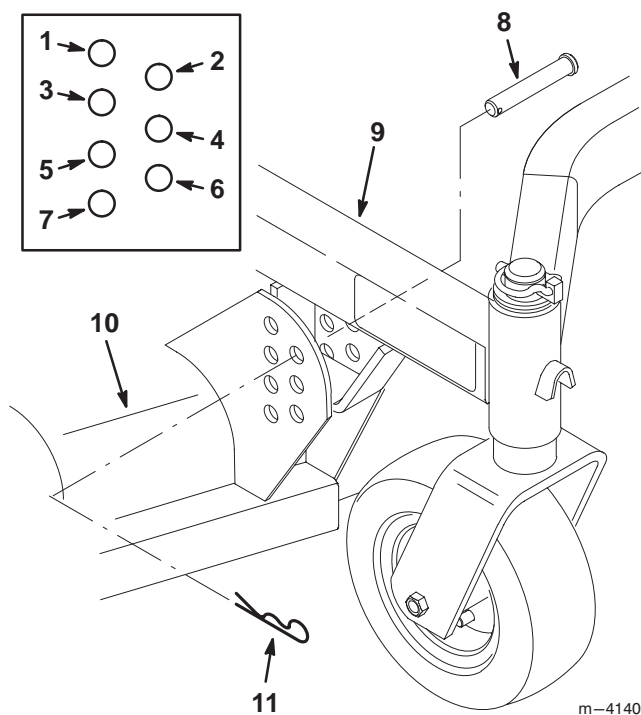

Figure 6
- Montez le plateau de coupe sur le bâti porteur à l'aide de quatre (4) axes de chape et goupilles fendues (Fig. 6).